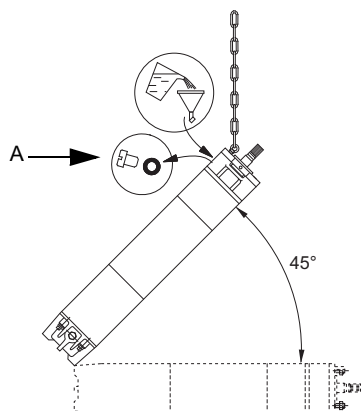

Рис. 4 Положение двигателя при заполнении – MMS
1. Установить электродвигатель под углом 45° , так чтобы верхняя часть двигателя была направлена вверх. См. рис. 4.
2. Ослабьте резьбовую пробку (A) и установите воронку в отверстие.